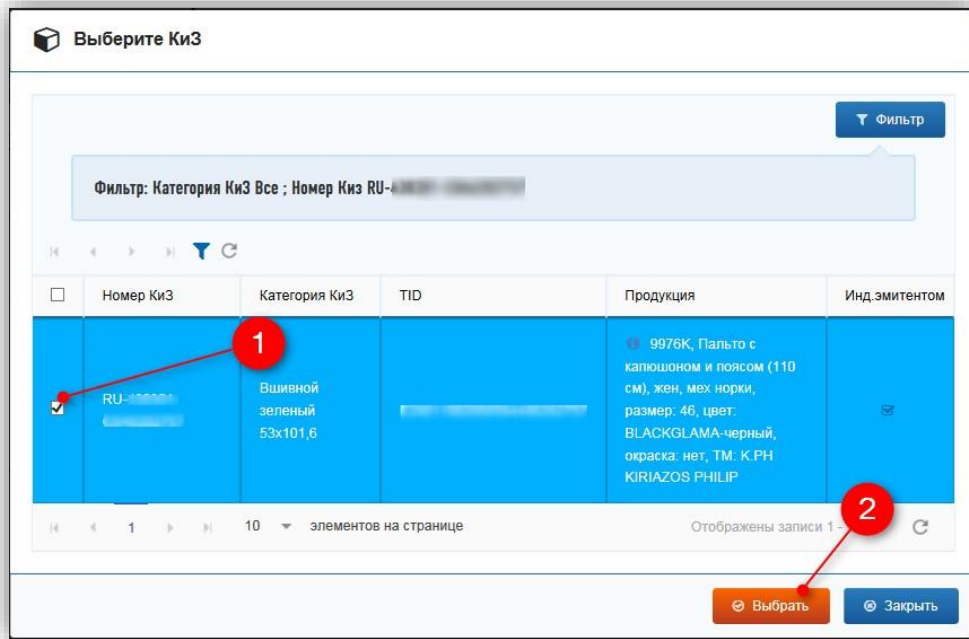

Рисунок 134 – Выбор КиЗ
- В окне «Выберите КиЗ» отметьте строку с новым КиЗ, которым маркируется заново товар, и нажмите кнопку «Выбрать» (рис. 134).